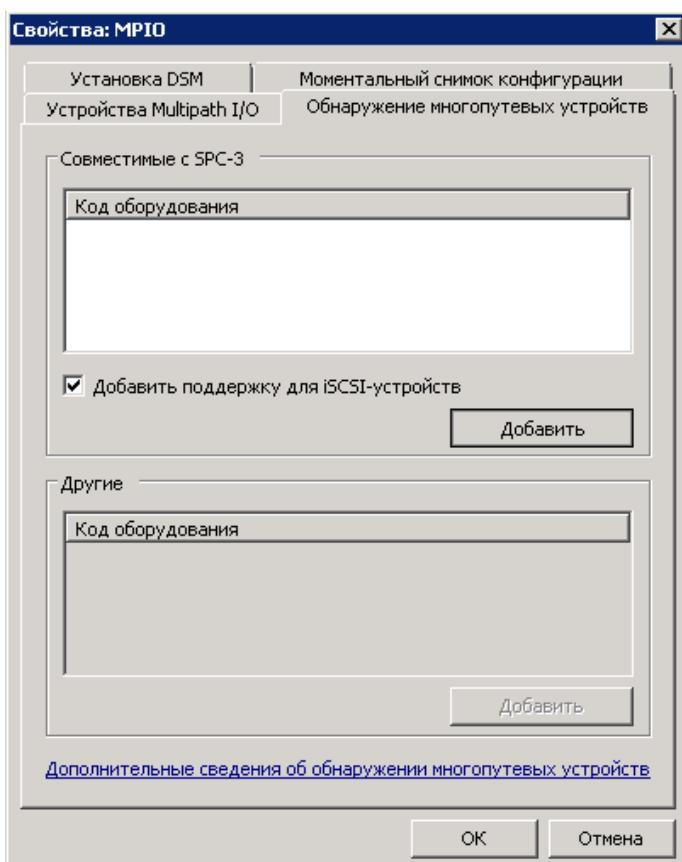

Рисунок 161. Добавление устройств
2. На вкладке «Обнаружение многопутевых устройств» нажмите кнопку «Добавить». Система выдаст сообщение о необходимости перезагрузки. После перезагрузки в разделе «Управление дисками» панели «Управление компьютером» убедитесь, что диск будет доступен по нескольким маршрутам (см. Рисунок 161).